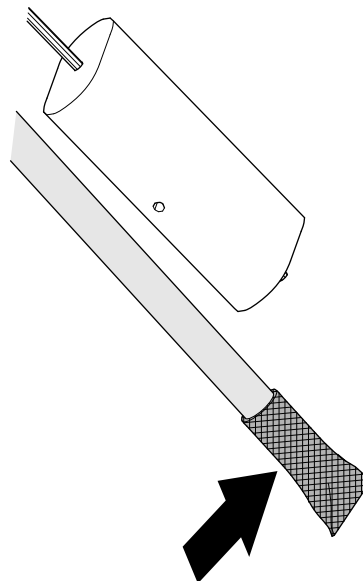

Figura 122
1. Curățați ecranul de la capătul tubului de colectare a combustibilului (Figura 122).